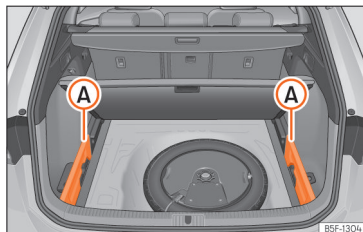

Рис. 186 Багажний відсік: зберігання шторки.
- Заберіть перегородки ліворуч і праворуч >>> **рис. 186** **А**.